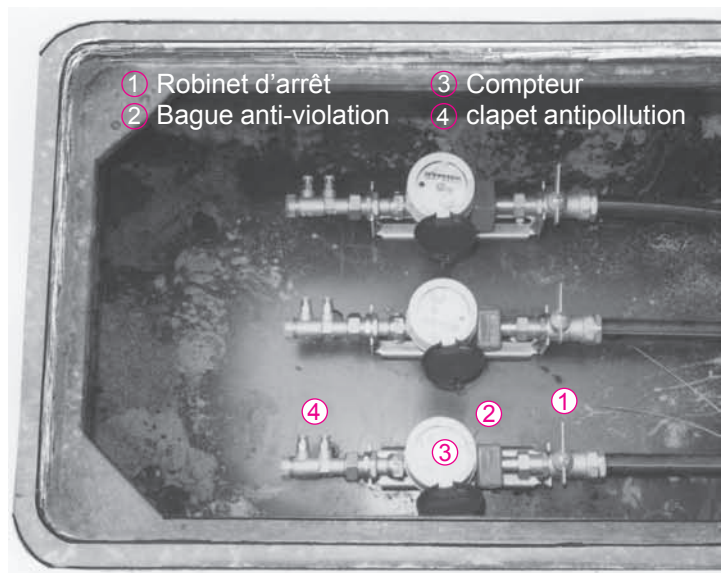

Fig. 1 : Compteurs groupés pour 3 maisons
- 60 cm x 40 cm x 50 cm si couvercle isolant (fig. 1);